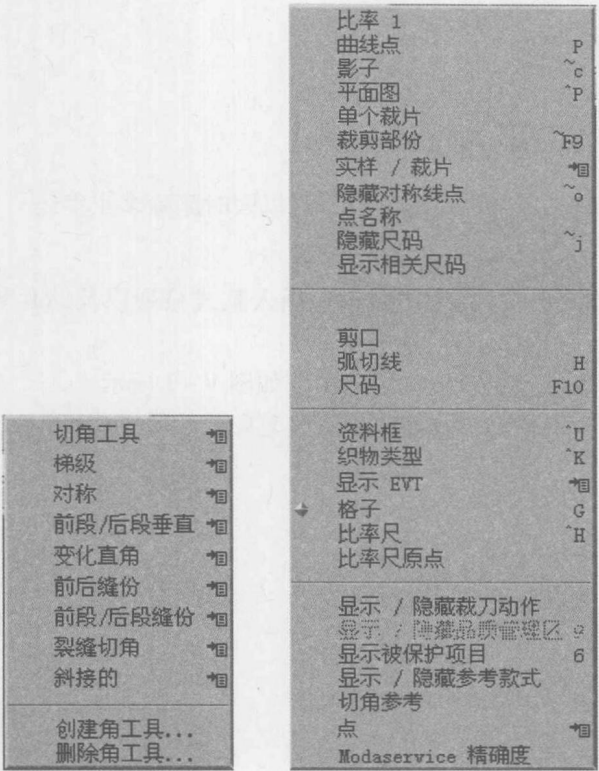

图 1-5
(4) 【切角工具】实现对切角的设置，如不同类型切角的选择、创建和删除切角工具等，如图 1-5 所示。